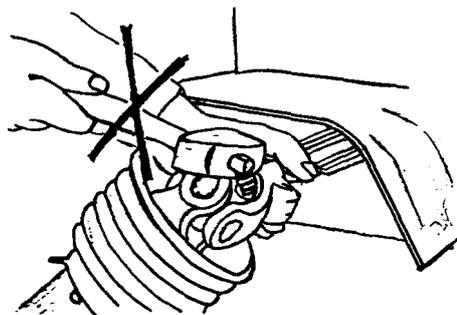

fig.3
- Ingrassare regolarmente i punti di accoppiamento (fig.3) per evitare di picchiare con il martello sulle prese di forza nel disinnesto.